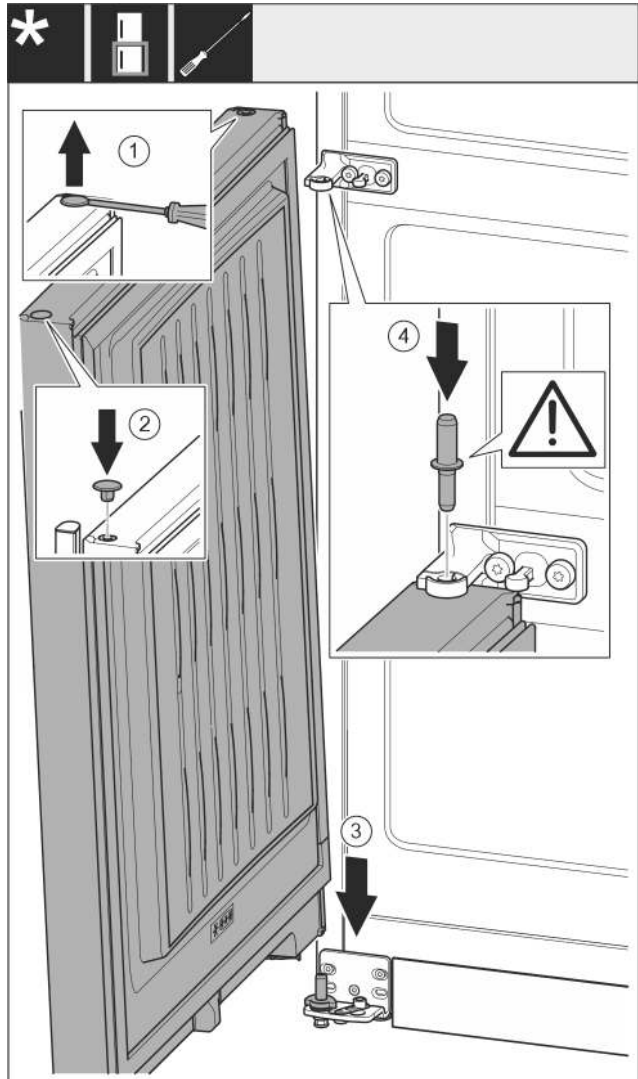

Fig. 19
- Осторожно приподнимите шлицевой отверткой заглушку и извлеките ее. Fig. 19 (1)
- Снова вставьте заглушку с другой стороны. Fig. 19 (2)
- Установите дверь сверху на нижний опорный палец. Fig. 19 (3)
- Вставьте середину опорного пальца через средний опорный кронштейн в нижнюю дверь. При этом следите за тем, чтобы выступ фиксатора был направлен назад. Fig. 19 (4)